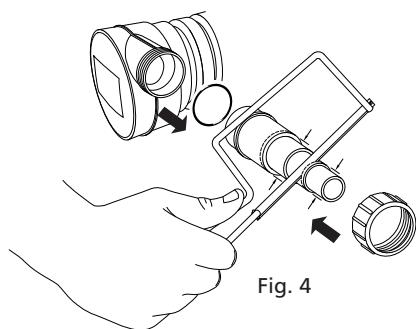

Fig. 4
3.4 Przyjąć dwie uniwersalne końcówki do węza (w załączniku) tak, aby pasowały do węza. Zamocować końcówki na gwintowanych łącznikach na wlocie i na wylotie, przy pomocy załączonych pierścieni samouszczelniających ("O") oraz gwintowanych nakretek (patrz rys. 4). Do modeli Vorton 4500: stosować wąż o śred. 25mm Do modeli Vorton 14000 i 27000: stosować wąż o śred. 40mm Wcisnąć wąż wlotowy i wąż wylotowy na końcówki i zamocować odpowiednią opaską zaciiskową. Zaleca się stosowanie węzły i opasek zaciiskowych produkcji Hozelock Cyprion (dostępne osobno na zamówienie). Unikać załamania i ostrzych zakrętów. Długość węza powinna być jak najkrótsza, aby zminimalizować stratę natężenia przepływu.